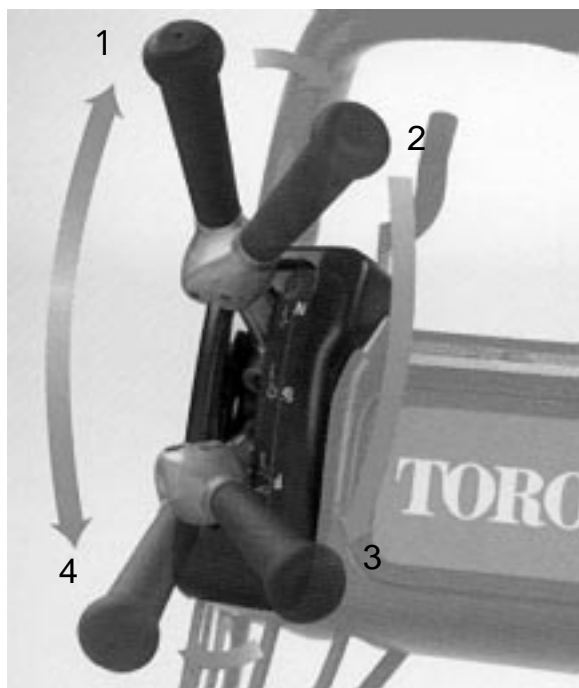

図 28
2. 走行を「解除」とし、リールレバー（図28）を回転側に倒す。
所望位置に来たらカッティングユニットを下ろして刈り込み作業を始める（図 28）。